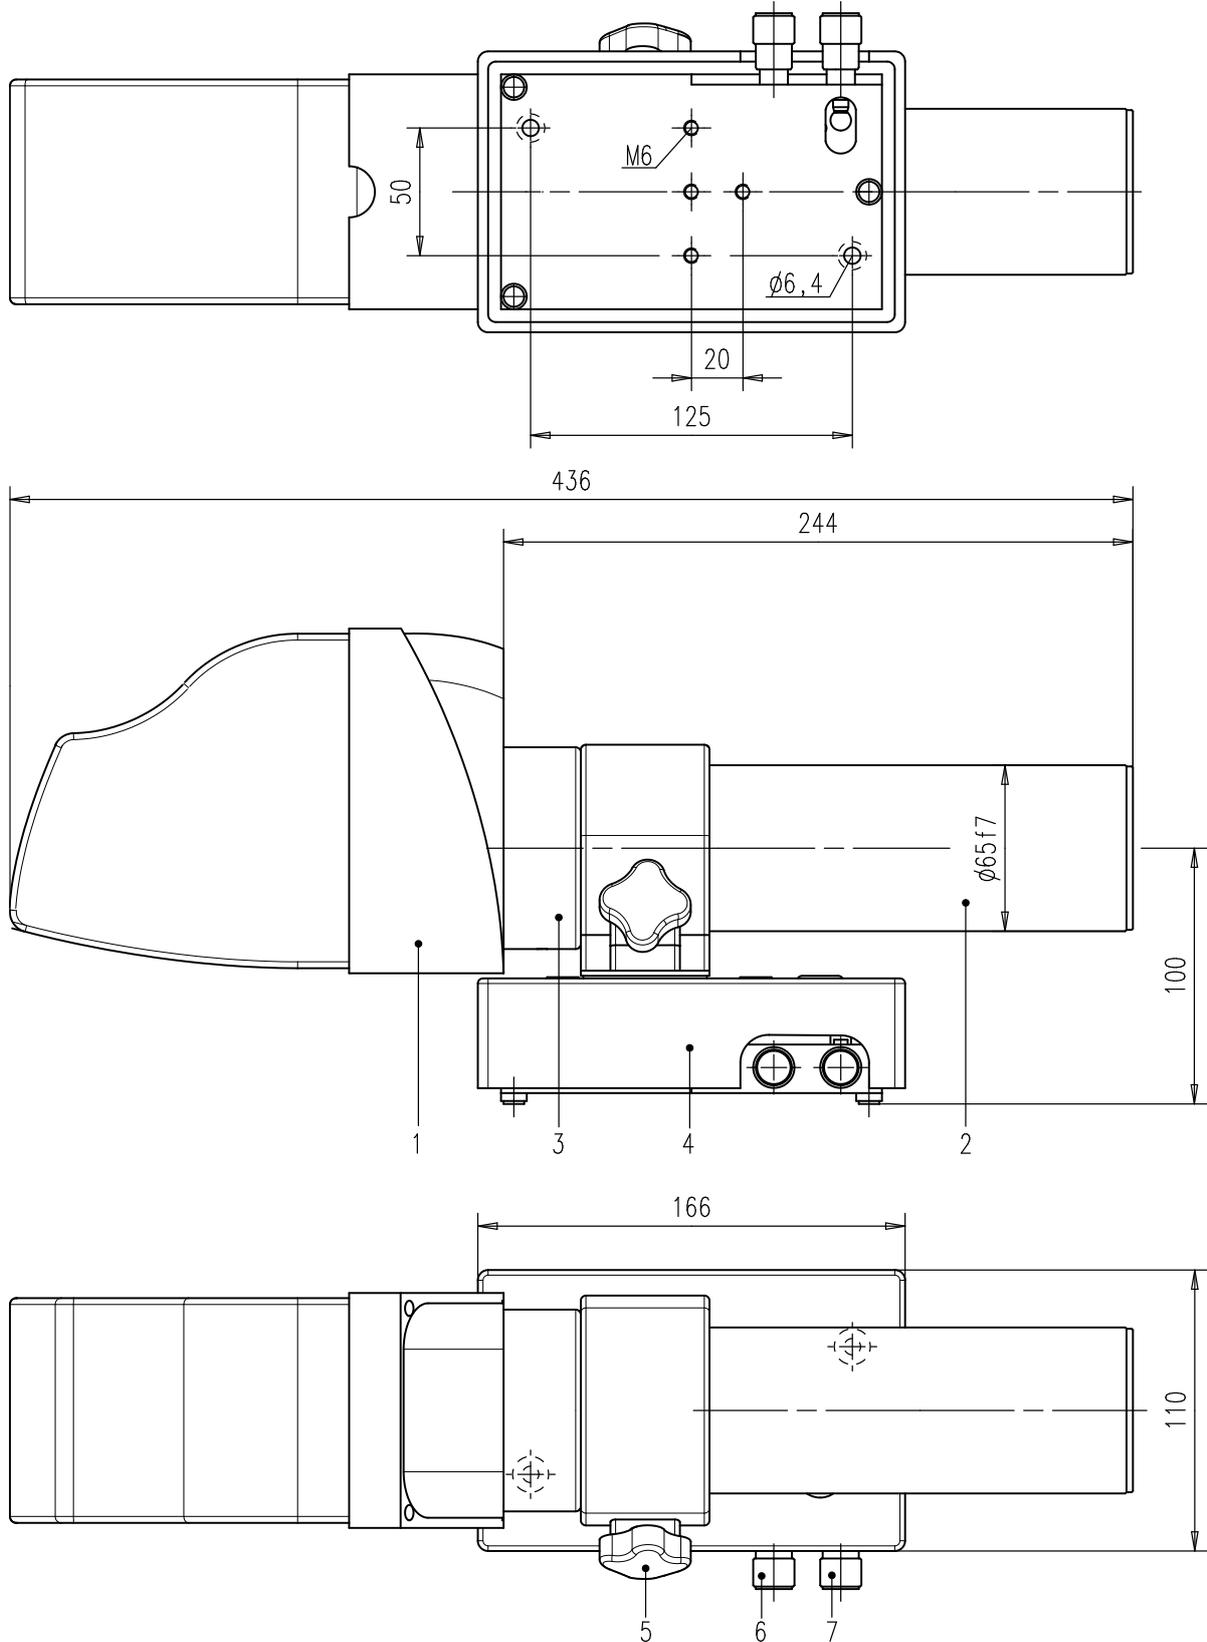
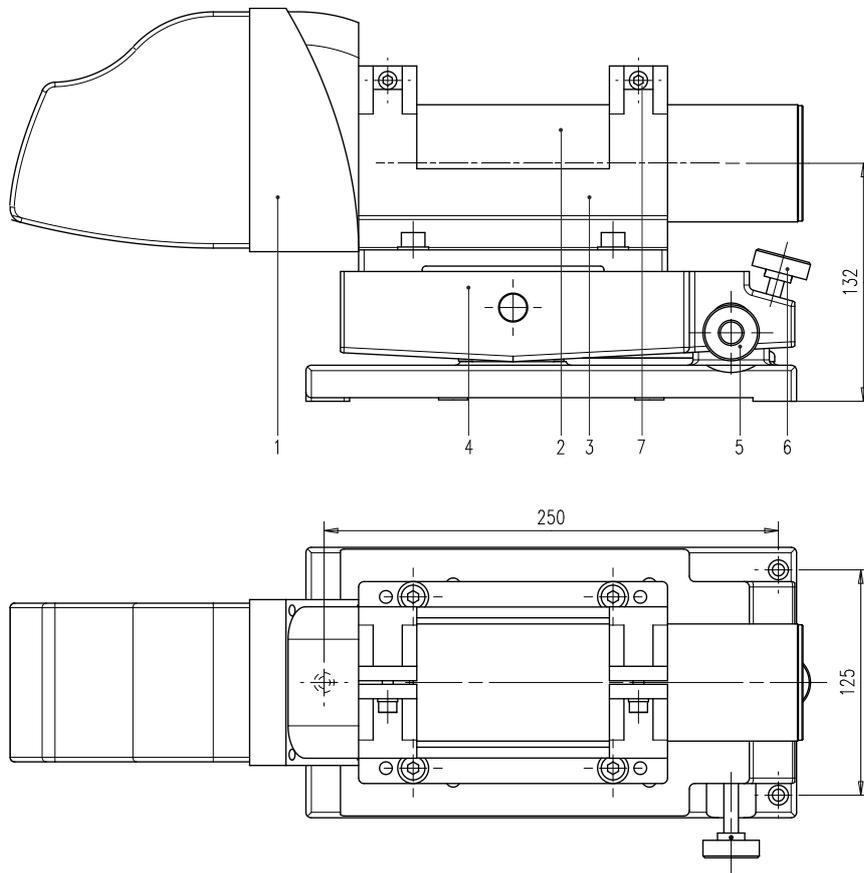

图 5: 带有可调节底座的 ELCOMAT 5000 (223 056)
图 6: 带有可调节底座的 ELCOMAT 5000 (223 024)
（（图 5）或（图 6））。
- 可调节底座 D 65  $\pm 2^\circ$  调节范围（图 5），订货号：223 056
- 可调节底座 D 65  $\pm 4^\circ$  调节范围（图 6），订货号：223 024
将自准直仪滑入可调节底座的夹具中，如图 5 或图 6 所示。随机配有一个滚花螺钉（图 5.5）或两个带 SW 5 扳手的内六角螺钉（图 6.7）用于在夹紧环中固定自准直仪。